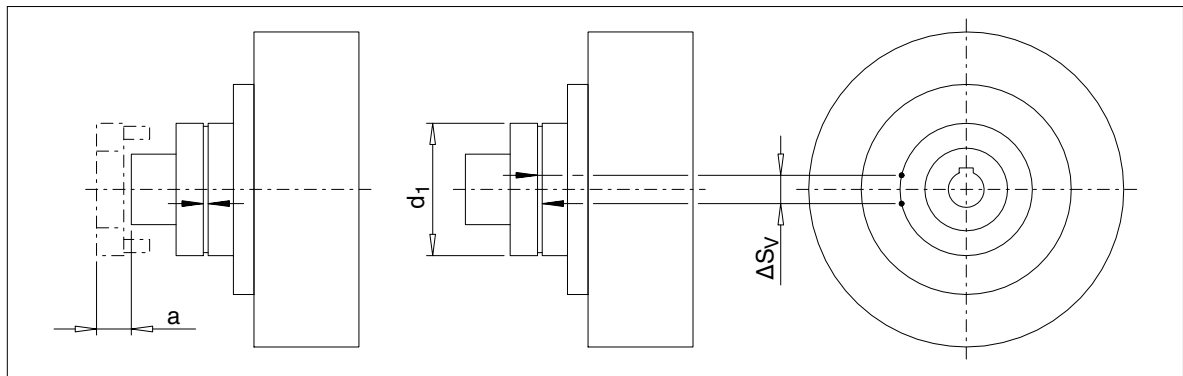

Fig. 10 : Périodicité d'entretien de l'accouplement rapporté N-EUPEX
Dans la mesure où un jeu d'accouplement accru ne préjudicie pas au fonctionnement de l'accouplement, les paquets élastiques (12) peuvent rester en œuvre jusqu'à ce qu'une limite d'usure définie soit atteinte, après quoi il faudra les changer. Pour juger l'usure, le tableau 11 indique le jeu de torsion permis, converti en cote de corde ΔS_V sur le diamètre extérieur de l'accouplement. Pour déterminer la cote ΔS_V , faire tourner une pièce d'accouplement sans couple, jusqu'à la butée, puis apposer un repère des deux côtés (voir la fig. 10). Le fait de faire tourner la pièce d'accouplement dans le sens de rotation opposé, jusqu'à la butée, font s'éloigner réciproquement les repères. L'écart entre ces repères donne la cote de corde ΔS_V . Si la cote ΔS_V dépasse la valeur indiquée dans le tableau 11, il faudra effectuer un remplacement des paquets (12).
Avec le modèle FGD/FVD, il est possible de remplacer les paquets (12) sans devoir déplacer les machines embrayées, à condition d'avoir respecté la cote de remplacement "a" (voir le tableau 11 et la figure 10). Après avoir défilé la jonction vissée entre les pièces 2 et 3, déplacer axialement la pièce 3 et la tourner vers la pièce 2. Maintenant, les paquets (12) sont librement accessibles.